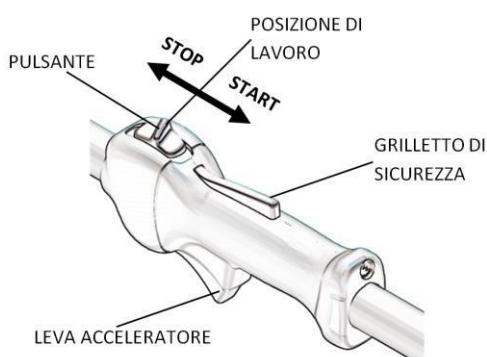

Fig. 17
Per un corretto utilizzo della manopola (Fig. 17) dovete innanzitutto conoscerne le funzioni, in questo modo potrete accendere la macchina e controllarne la velocità di lavoro.
- sulla manopola comando gas lasciate il pulsante rosso in posizione di lavoro (**vedi fig. 17**).
A lavoro ultimato, ripulite la macchina e l'organo di taglio da eventuali residui o erbacce, proteggete le lame o le seghette circolari con l'apposita protezione in dotazione per evitare di ferirsi o ferire persone durante il trasporto (Fig. 17). Ponete attenzione a non danneggiare il serbatoio con urti o tagli. Nel riporre la macchina, evitate urti o cadute a terra che potrebbero danneggiarla.